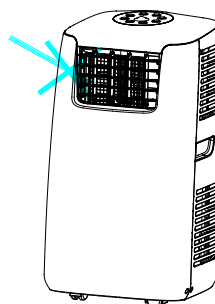

FIG. 2
- Não coloque objectos na unidade nem bloqueie a saída / entrada de ar (fig. 2).